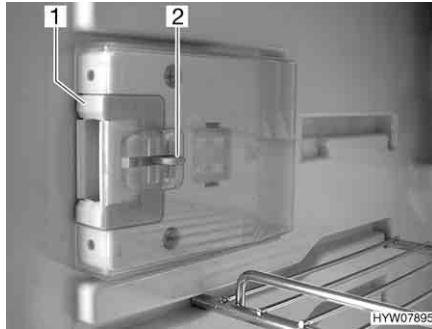
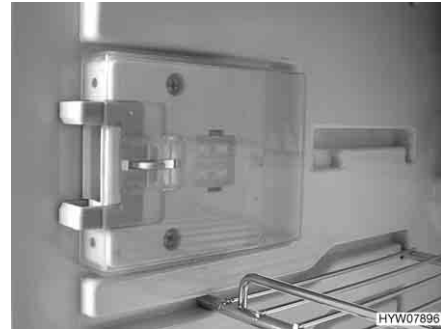

Bild 126 Verschlusseinrichtung in Normalstellung
Bild 127 Verschlusseinrichtung in Lüftungsstellung
- Die Entriegelung (Bild 126,2) eindrücken.
- Die Verschlusseinrichtung (Bild 126,1) nach vorn schieben (Bild 127).